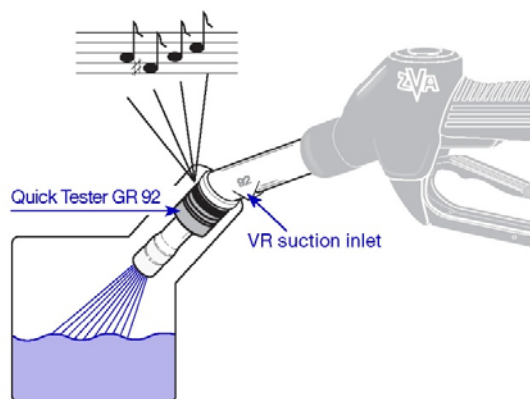

Рис. 62 – Функциональный тест рекуперации с адаптером Quick Tester GR 92
На взятый заправочный пистолет установите адаптер – пищалку (Quick Tester GR92), см. Рис. 62. После этого заправочный пистолет повесьте выводной насадкой вниз, чтобы открылся внутренний клапан ON/OFF для отвода паров.
**Оценка теста:** Система отвода паров работает только в том случае, если в ходе теста адаптер издает пищущий звук, см. Рис. 62 – что является доказательством проходящего через всю систему рекуперации воздуха.